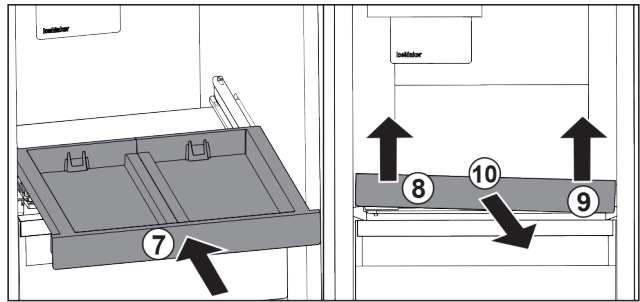

Fig. 31
- ▶ Вставьте выдвижную панель. Fig. 31 (7)
- ▶ Приподнимите выдвижную панель спереди слева. Fig. 31 (8)
- ▶ Приподнимите выдвижную панель спереди справа. Fig. 31 (9)
- ▶ Извлеките выдвижную панель движением вперед. Fig. 31 (10)